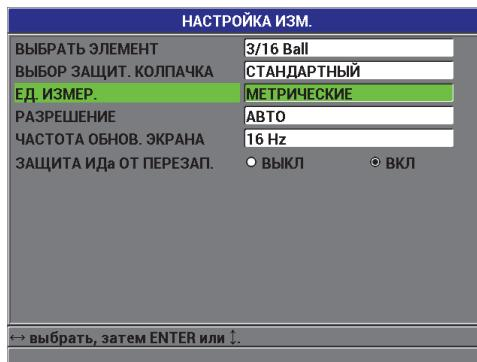

Рис. 3-2 Экран НАСТРОЙКА ИЗМЕРЕНИЯ – ЕД. ИЗМЕР.
3. В окне НАСТРОЙКА ИЗМ. (см. Рис. 3-2 на стр. 63) установите ЕД. ИЗМ. на АНГЛ. или МЕТРИЧЕСКИЕ.
3. В окне **НАСТРОЙКА ИЗМ.** (см. Рис. 3-2 на стр. 63) установите **ЧАСТОТА ОБНОВ. ЭКРАНА** на нужное значение: **4 Гц, 8 Гц, 16 Гц** или **20 Гц**.
3. В окне НАСТРОЙКА ИЗМ. (см. Рис. 3-2 на стр. 63) выберите РАЗРЕШЕНИЕ: